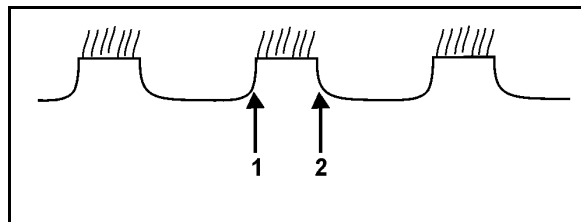

Fig. 23
- Fig. 23: Forskyv 1. skålsrekken mot høyre og kontroller på nytt.